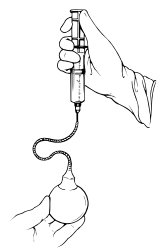

Abbildung 4-10.
2. Das Reservoir halten und eine stumpfe 15-G-Nadel sowie eine teilweise mit steriler Kochsalzlösung gefüllte 60-ml-Spritze am Reservoir anbringen (**Abbildung 4-10**).